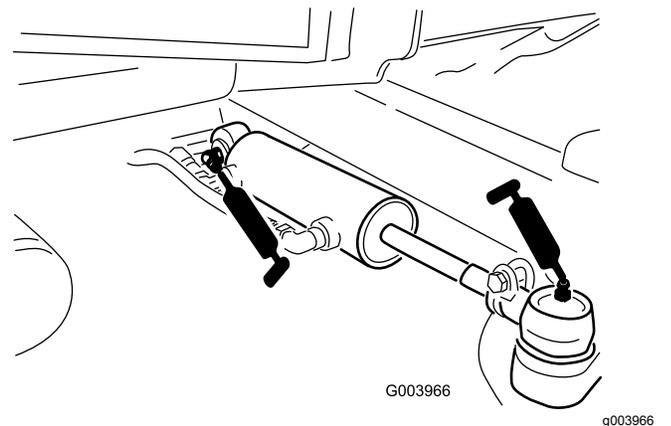

図 80
- ステアリングシリンダのボールジョイント 2ヶ所 図 80